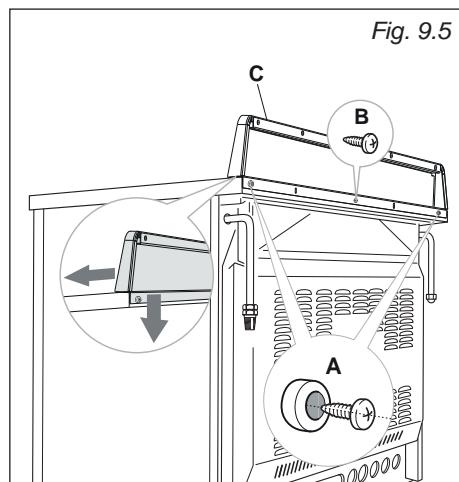

Fig. 9.5
Avant d'installer la cuisinière, assembler la protection arrière "C" (fig. 9.5).
- Enlever les entretoises "A" (fig. 9.5) en devissant la vis de fixation.